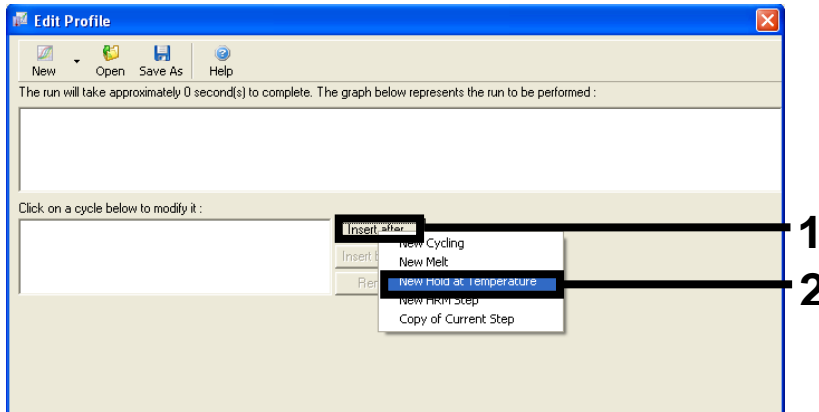

Figura 24. Inserción de un paso de incubación inicial. 1 = "Insert after" (Insertar después), 2 = "New Hold at Temperature" (Nueva fase de temperatura).
6. Haga clic en Insert after (Insertar después) y seleccione New Hold at Temperature (Nueva fase de temperatura) (figura 24).